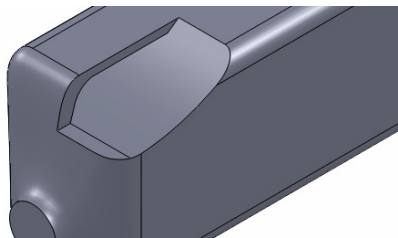

图 16-28 创建拉伸切除特征
(4) 退出草图绘制环境，弹出【切除-拉伸】属性管理器，选择【两侧对称】选项，设置【深度】为 4，单击【确定】按钮，创建拉伸切除特征，如图 16-28 所示。